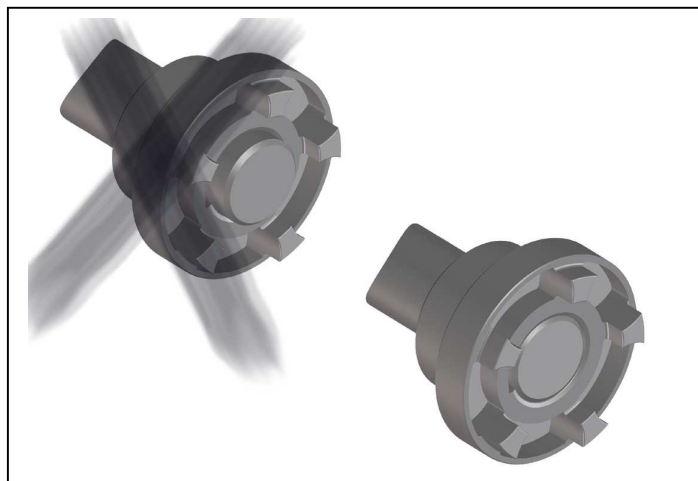

Bild 5
- Montieren Sie die Nabe so, dass das Wellenende mit der inneren Bohrungsöffnung bündig abschließt (Bild 5). Beachten Sie eventuell abweichende Vereinbarungen!